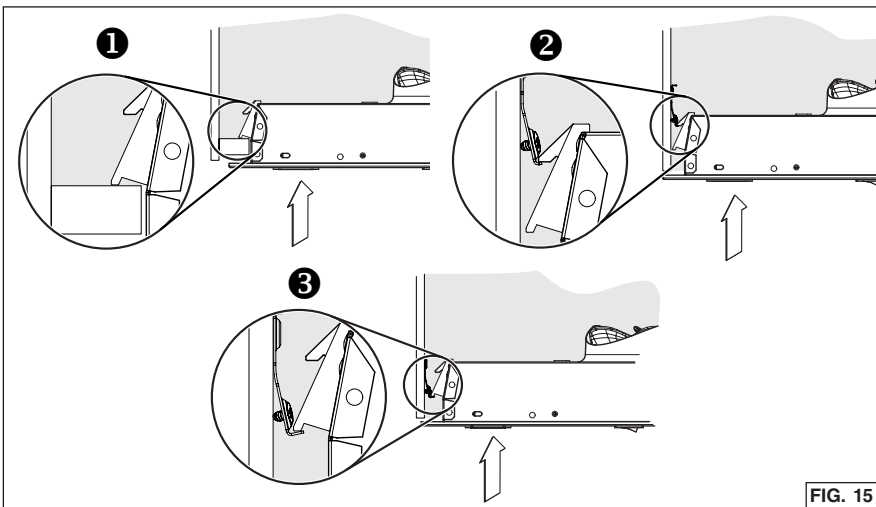

FIG. 15
2. Insérer l'appareil dans l'armoire, jusqu'à ressentir un « clic » provenant des deux côtés de l'appareil, confirmant que les crochets *Ease of Install* s'appuient sur le dessus des côtés de la base de l'armoire **1**, ou sur les supports fixes **2** ou **3** (FIG. 15). Bouger l'appareil de gauche à droite, d'avant à l'arrière et le lever pour vérifier que les crochets *Ease of Install* retiennent l'appareil à l'intérieur de l'armoire.